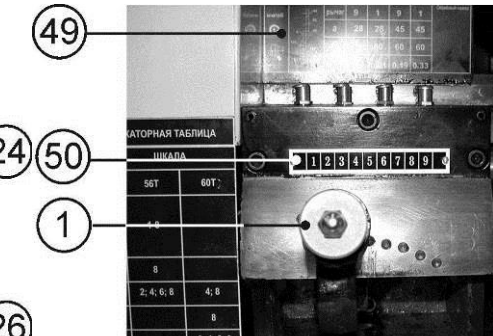
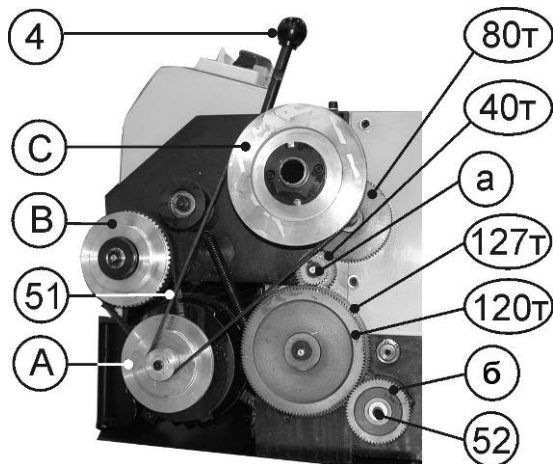

Рис. 18
Рис. 19
10.4.4. Станок оборудован коробкой скоростей автоматической подачи в диапазоне от 0,12 мм до 0,33 мм за один оборот шпинделя (см. таблицу 2 и шильдик (49), Рис. 18.)
10.4.5. Откройте защитный кожух гитары (2), как указано в п. 9.3.2. По таблице 2 установите необходимые шестерни (а) (б), Рис. 19, и закройте защитный кожух (2), п. 9.3.2.
10.4.6. Пользуясь таблицей 2, при выключенном станке, перемещая рычаг переключения скорости автоматической подачи (1), при необходимости проворачивайте патрон (8), Рис. 18, Можно менять скорость автоматической подачи. Например, при установке шестерен а=28Т и б=60Т, Рис. 19, в положении 9 рычага переключения скорости автоматической подачи (1) по шкале (50) – скорость подачи равна 0,12 мм на один оборот шпинделя.
При установке рычага переключения скорости автоматической подачи (1) в положение 1 по шкале (50) – скорость подачи равна 0,21 мм на один оборот шпинделя и т.д., Рис. 18. При каждом перемещении рычага переключения скорости автоматической подачи (1) необходимо рычаг натяжения ремня (4) привести в крайнее положение от себя, Рис. 19.
10.5.2. Переставляя клиновой ремень (51) на шкивах А,В,С в положения 1,2,3 согласно таблице 3, можно ступенчато изменять скорость вращения шпинделя – 100; 250; 350; 500; 900 и 1800 об/мин., Рис. 19, (А,В,С - шкивы). Например, при установке клинового ремня (51) на шкивах В,С в положении 1 – скорость вращения шпинделя равна 100 об/мин, а в положении 3 - скорость вращения равна 500 об/мин и т.д., Рис. 19.
10.6.4. Комбинации использования шестерен для нарезания резьбы см. в таблице 4 и Рис. 19. Примеры:
1. См. Рис. 19
Рычаг переключения скорости автоматической подачи (1), Рис. 18, в положении 1
2. См. Рис. 19
Рычаг переключения скорости автоматической подачи (1), Рис. 18, в положении 7
10.6.5. Отвинтите крепёжный болт (52), закрепляющий шестерню (б) и снимите стопорную шайбу шестерни (а), Рис. 19.
10.6.6. Осторожно снимите шестерни, чтобы сохранить на месте шпонки на валах и установите необходимые шестерни (а) и (б). Количество зубьев на каждой шестерне промаркировано. Установите крепежный болт (52) шестерни (б) и стопорную шайбу шестерни (а), Рис. 19.
10.6.8. Положение шестерен 120Т и 127Т для метрической резьбы показано на Рис. 19.
10.6.9. Для нарезания дюймовой резьбы шестерни 120Т и 127Т необходимо поменять местами, Рис. 19.